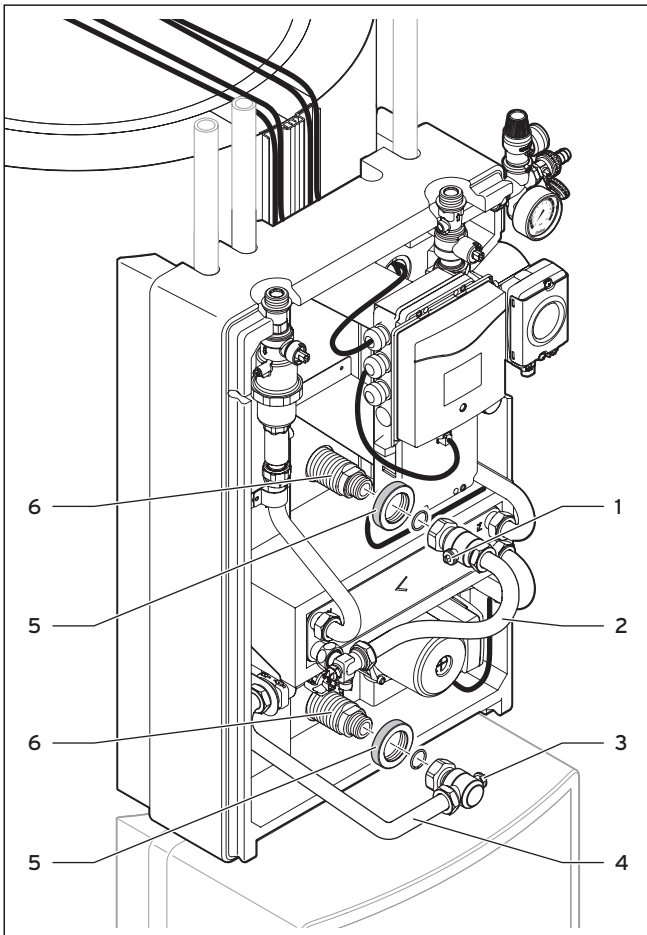

Abb. 5.4 Solarladestation am Pufferspeicher VPS/2 montieren
- Lösen Sie die Verbindungsmuffen (3) von den Pufferspeicheranschlüssen der Solarladestation.
- Schrauben Sie die selbstdichtenden Verbindungsmuffen (3) in die dafür vorgesehenen Anschlüsse des Pufferspeichers.
- Schieben Sie die Solarladestation (1) über die Verbindungsmuffen (3).
- Schrauben Sie die Sicherungsringe (2, auch → 5, Abb. 5.4) handfest auf die Verbindungsmuffen des Vor- und Rücklaufs des Pufferspeichers, bis die Solarladestation glatt am Pufferspeicher anliegt.